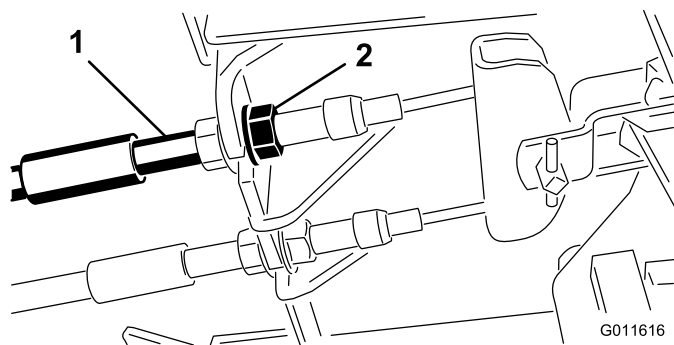

Figura 97
1. Para reducir la holgura de los pedales de freno, apriete los frenos aflojando la tuerca delantera del extremo roscado del cable de freno (Figura 97).